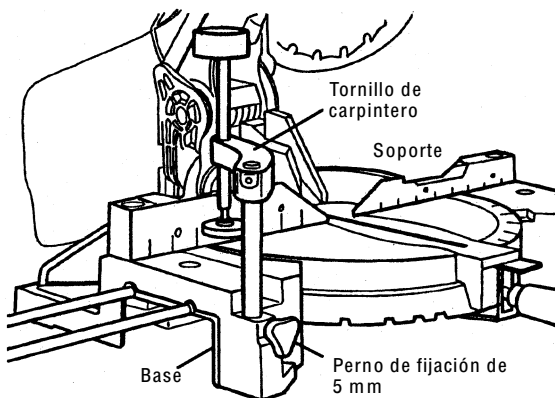

Fig. 18
(1) El conjunto del tornillo de carpintero puede montarse en la base del lado izquierdo o bien en la base del lado derecho, y puede elevarse o bajarse de acuerdo con la altura de la pieza de trabajo.
- ① Inserte el soporte del conjunto del tornillo de carpintero en el orificio provisto en la base del lado izquierdo o bien en la base del lado derecho.
- ② Luego apriete el perno de fijación de 5 mm, tal como se indica en la Fig.18.